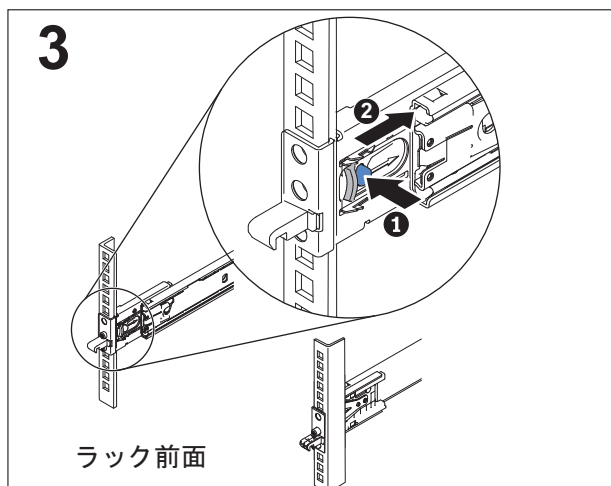

図 54. スライド・レールの前部端の取り外し
2. 89 ページの図 54 に示すように、スライド・レールの前部端を取り外します。